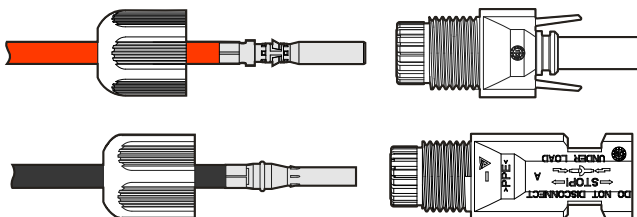

Figure3-19 Fixer le terminal métallique
- Etape 3 Insérez le fil positif serti et le fil négatif dans la croûte d'isolation correspondante. Si vous entendez un clic, cela signifie que le fil a été inséré correctement, comme illustré à la Figure 3-19.